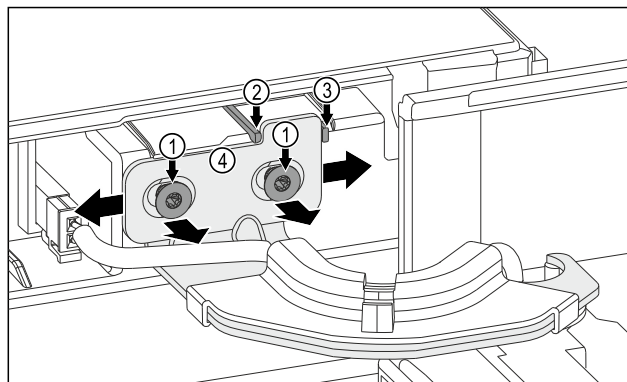

Fig. 8
- Odvijte oba vijaka Fig. 8 (1).
- Prestavite vrata v desno: Odstranite varovalni nastavek Fig. 8 (3).
- Prestavite vrata v levo: Odstranite varovalni nastavek Fig. 8 (2).
- Končni položaj vrat je dosežen: Trdno privijte oba vijaka Fig. 8 (1).